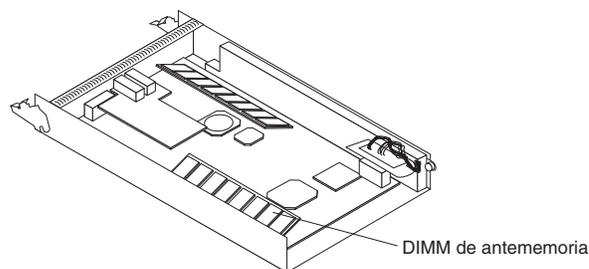

Figura 39. Extracción del DIMM de antememoria RAID
- a. Abra el clip de sujeción de cada extremo del conector del DIMM de antememoria RAID. En la Figura 39 se muestra el DIMM de antememoria que va a sustituir.
- a. Abra el clip de sujeción de cada extremo del conector del DIMM de antememoria. En la Figura 39 en la página 59 se muestra el DIMM de antememoria que va a extraer.